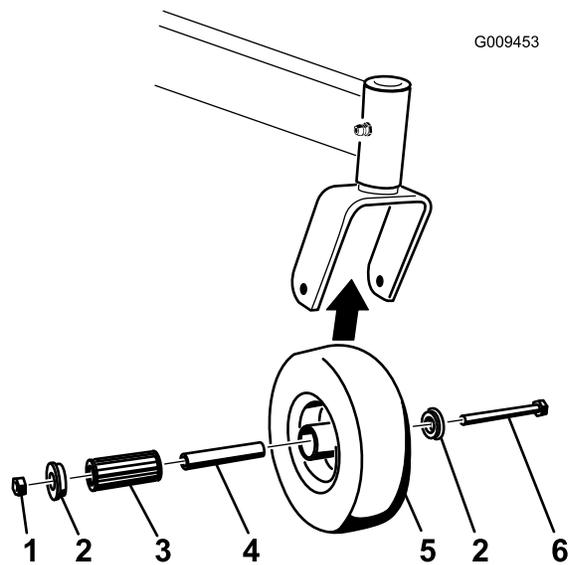

Figura 60
1. Retire la contratuerca y el perno que sujetan la rueda giratoria a la horquilla (Figura 60).
2. Retire un solo casquillo y tire del casquillo intermedio y del cojinete de rodillos para sacarlos del cubo de la rueda (Figura 60).
3. Retire el otro casquillo del cubo de la rueda y limpie la grasa y la suciedad del cubo de la rueda (Figura 60).
**Nota:** Cambie las piezas defectuosas o desgastadas (Figura 60).
5. Coloque un casquillo en el cubo de la rueda (Figura 60).
6. Engrase el cojinete de rodillos y el casquillo intermedio y deslícelos en el cubo de la rueda (Figura 60).
7. Coloque el segundo casquillo en el cubo de la rueda (Figura 60).
8. Instale la rueda giratoria en la horquilla y fíjela con el perno y la contratuerca (Figura 60).
9. Apriete la contratuerca hasta que el casquillo intermedio se apoye contra el interior de las horquillas de las ruedas giratorias (Figura 60).